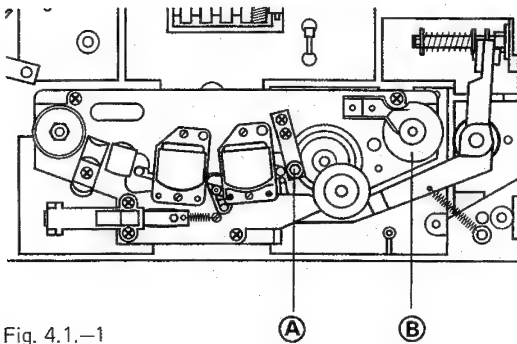

Fig. 4.1.-1
- Bandführungen reinigen, Bandführung (A) **nicht verstellen**. Wenn nötig, kann die Bandführung mit einem Kreuzschlitz-Schraubenzieher vom Kopfträger gelöst werden (2 Schrauben, Fig. 4.1.-1).
- Tacho-Rolle (B) reinigen (MKII).
- Clean tape guides, take care **not to alter** the adjustment of guide (A). The tape guide may be removed from the headblock after undoing its Phillips head mounting screws (2 screws, fig. 4.1.-1).
- Clean the tacho roller (B) (MKII).
- Nettoyez les guides de bande, **ne pas dérégler** le guide de bande (A), qui si nécessaire ne sera démonté qu'avec son support, à l'aide d'un tournevis à croix (2 vis, fig. 4.1.-1).
- Nettoyez la roue tachymétrique (B) (MKII).